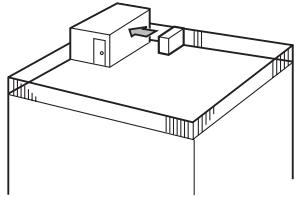

Fig. 2-4
- ① Richt de luchttuitlaat naar de dichtstbijzijnde muur, op ongeveer 500 mm van de muur. (Fig. 2-4)